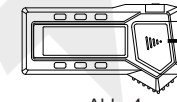

Abb. 4
- Entfernen Sie die Batterieabdeckung (Abb.4)